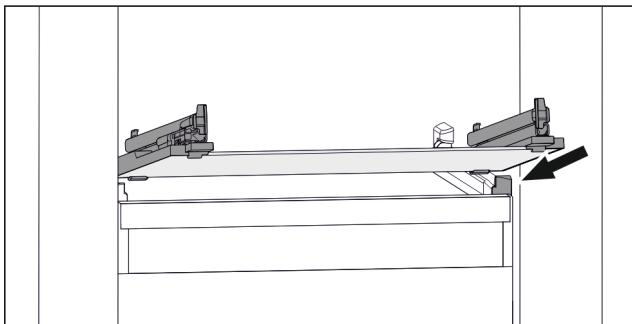

Fig. 156 Приблизне відображення скляної пластини
- Встановити скляну пластину за стопорами навскоси. (див. Fig. 156)